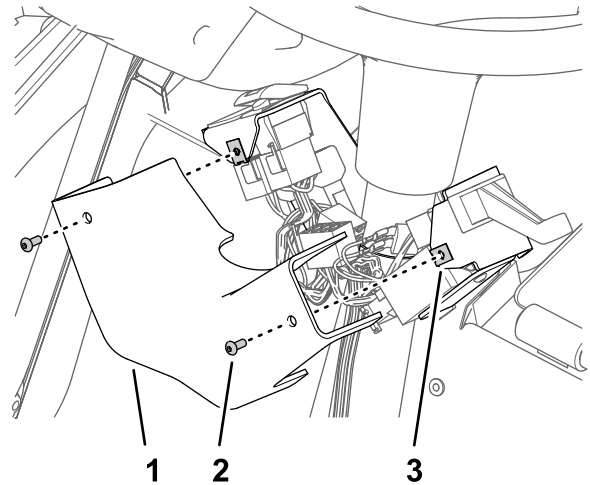

Figura 16
7. Monte la tapa en el conjunto de soporte de la columna (Figura 16) con 2 tornillos de cabeza redonda (Nº 10 x $\frac{1}{2}$ "), y apriete los tornillos a mano.